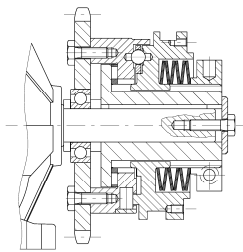
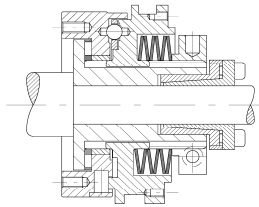

FIG. 4
FIG. 5
- Die Einheit kann mit einer Schraube und einer Unterlegscheibe (Fig. 4) axial fixiert werden.
- Darüber hinaus können auf Anfrage Standard Befestigungssysteme genutzt werden, z.B. Spannbuchsen (Fig. 5) oder konische Spannringe (Fig. 6).
- The device can be fixed axially with a screw and washer (FIG. 4). In addition to this std. fixing system can also be used, on request, a locking assembly (FIG. 5) or locking element (FIG. 6).